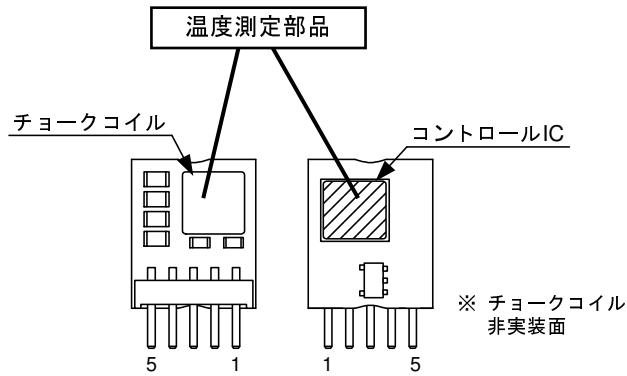

図 10
確実な冷却の為には実際の使用環境で測定することをお勧めします。特に実使用上の負荷が温度ディレーティングの最大値に近い場合は測定が必要です。ご使用の際には、部品温度は 120℃ を超えないように注意してください。図 10 に温度測定部品を示します。
- ① 図 10 にて、チョークコイルまたは、コントロール IC いずれかの部品の温度が 120℃ に到達した時点の出力電流値
- ② コンバータの公称定格電流値